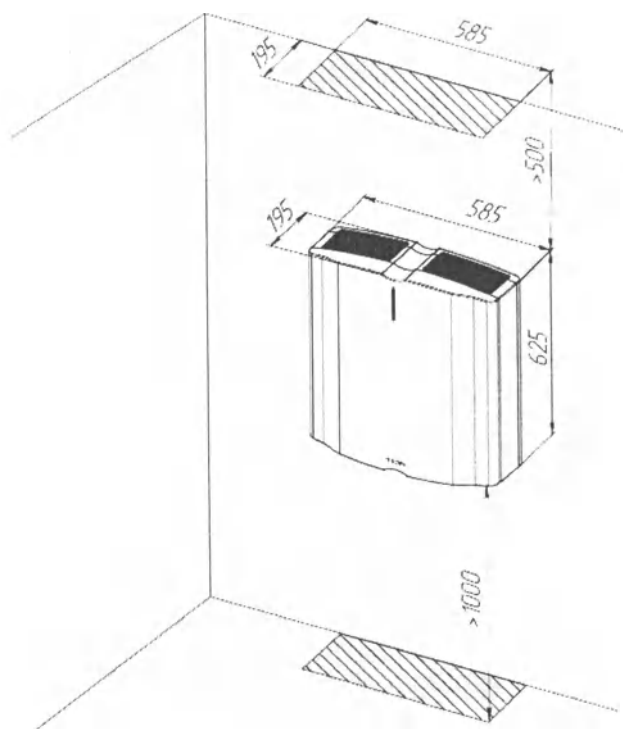

Рисунок 2.4 — Размещение моделей
- Модели «Тион А50», «Тион А100», «Тион А150», «Тион А150-S» размещаются на стене таким образом, чтобы воздухозаборная решетка находилась снизу, а воздухораспределительное отверстие — сверху (рисунок 2.4).
- Воздухозаборное и воздухораспределительные отверстия прибора должны быть свободными от каких-либо препятствий. Рекомендуемое расстояние до ближайших объектов, расположенных по линии тока воздуха, — не менее 500 мм. Расстояние от пола до воздухозаборного отверстия должно составлять не менее 1 м (рисунок 2.4).